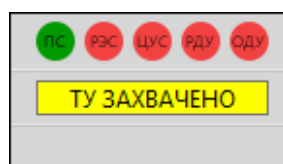

Рисунок 180 - ТУ захвачено
- **ТУ захвачено** – ПКУ захвачен, кружок уровня захвата ПКУ зеленого цвета (Рисунок 180).